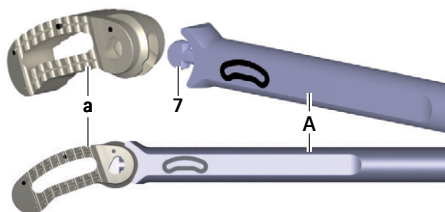

Fig. 7 Koppla fast implantatet i insättningsinstrumentet
- För in implantatet a i skyddsförpackningen mot nyckelgreppet 7 på insättningsinstrumentet A, se Fig. 7. Kontrollera implantatets riktning (ska vara vänt enligt texten på insättningsinstrumentet).
- ▶ Koppla fast insättningsinstrumentet **A** i implantatet **a** in situ, se Fig. 7.